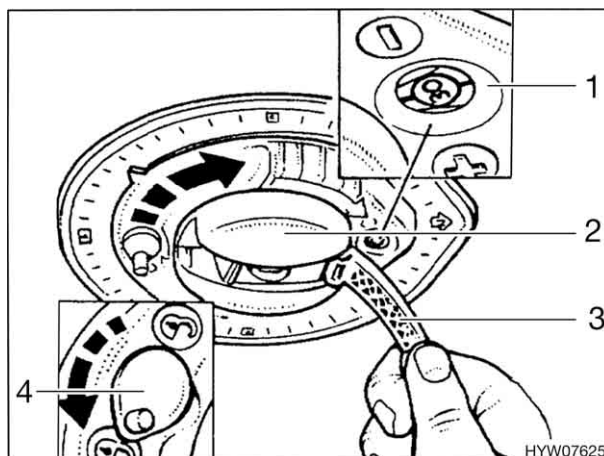

Fig. 22 Regolazione dell'angolo di inclinazione
- Ruotare eventualmente il bloccaggio (Fig. 22,4) del dispositivo di rilevamento in posizione "🔒".
- Ribaltare la maniglia (Fig. 22,3) della manovella (Fig. 22,2).
- Girare la manovella in senso orario servendosi della maniglia finché nella finestra di controllo (Fig. 22,1) è visibile il grado di inclinazione rilevato.
- Girare la manovella in senso antiorario servendosi della maniglia finché nella finestra di controllo (Fig. 22,1) non è visibile una casa nera "🏠". Quando l'antenna è completamente abbassata si incontra resistenza.